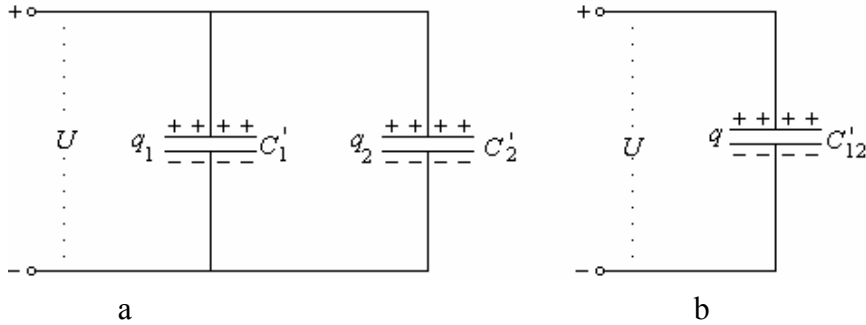

Fig.2. Legarea condensatoarelor în paralel
b) *Gruparea în paralel.* Se consideră două condensatoare  $C_1^1$  și  $C_2^1$  legate în paralel, aflate sub diferența de potențial  $U$ , ca în fig.2. Diferența de potențial la capetele fiecărui condensator este aceeași, și egală cu  $U$ , dar sarcinile sunt diferite.